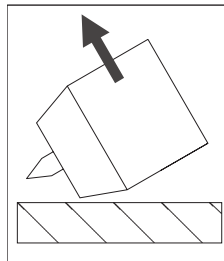

Abb. 5/3: HF-Zündung
- Den Brenner schräg am Gasdüsenrand aufsetzen und durch Aufrichten des Brenners die Elektrodenspitze so weit annähern, bis der Lichtbogen zündet. (siehe Abb. 5/3).